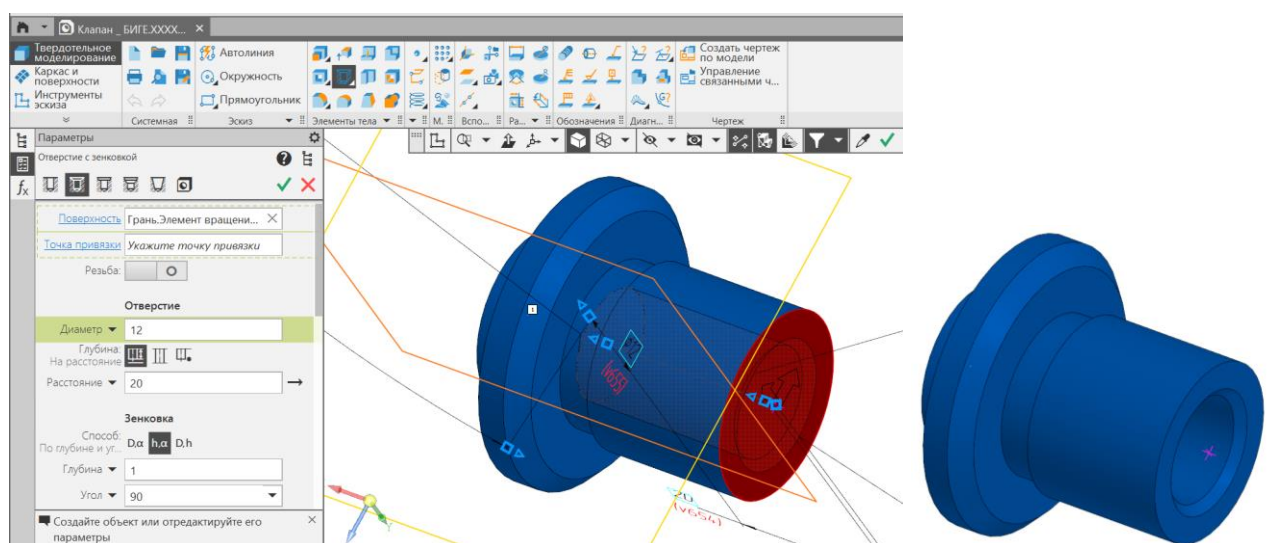

Рис. 5 Команда «Отверстие с зенковкой»
- **Твердотельное моделирование – Элементы тела – Отверстие с зенковкой.** Параметры команды Отверстие с зенковкой: поверхность – Грань. Элемент выдавливания 1; точка привязки – Эскиз 2; Отверстие – диаметр 12 мм, глубина 20 мм, форма дна – коническая; зенковка – Исполнение – по глубине (1 мм) и углу ( $90^{\circ}$ ) (рис. 5).